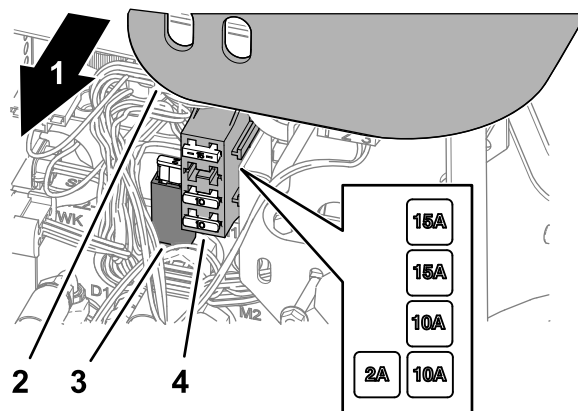

Figura 75
1. Levante a tampa do braço de controle (Figura 75).
2. Localize o fusível aberto no suporte de fusível ou no bloco de fusível (Figura 75).
4. Coloque a tampa no braço de controle (Figura 75).